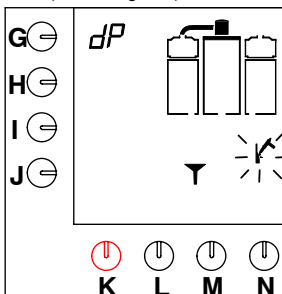

Fig. 19 La macchina di preparazione del caffè richiede la soluzione disincrostante
- Viene emesso un segnale acustico, lampeggia il simbolo del martello e sullo schermo viene visualizzato un imbuto (vedere fig. 19).